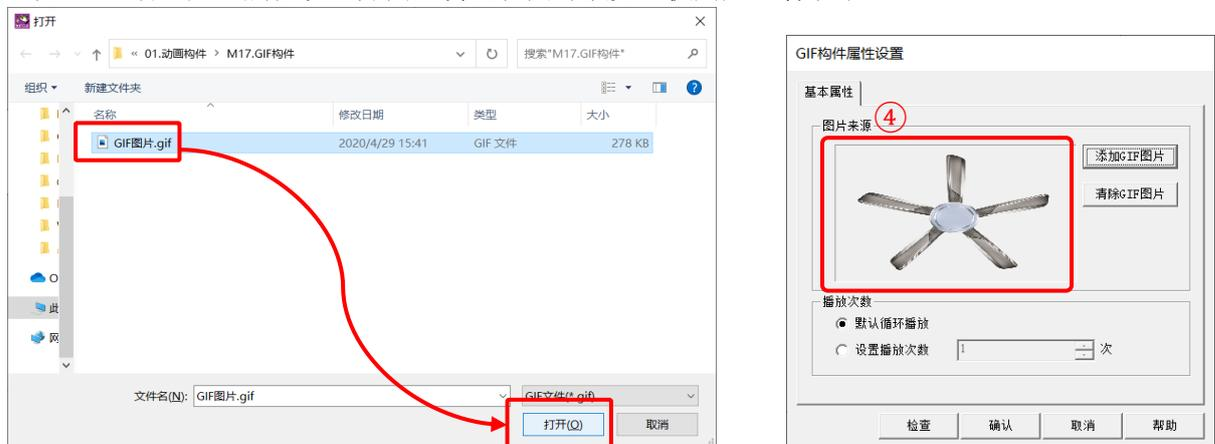

图 3.2-2 从文件中选择 GIF 动画及预览效果
- ③ 在弹出的对话框中，选择自定义 GIF 动画，完成后点击【打开】按钮，添加成功。如图 3.2-2 所示。
- ④ 添加 GIF 动画后，属性设置界面上会出现图片预览，供用户查看效果。